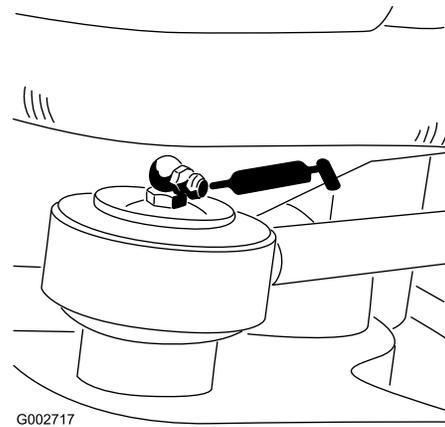

Figura 25
- Extremidade da haste do cilindro de direção (1)—apenas modelo 08705 (Figura 25)